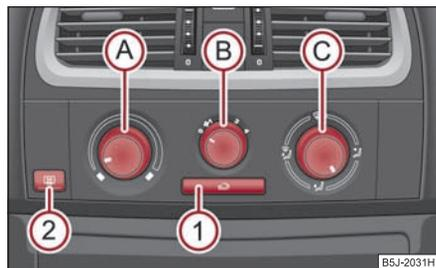

Abb. 115 Heizung: Bedienelemente
Die Luftzufuhr für die einzelnen Düsen stellen Sie mit dem Luftverteilungsregler **C** ein ⇒ Seite 91, Abb. 115. Die Luftaustrittsdüsen **3** und **4** können einzeln geschlossen und geöffnet werden.
Aus den geöffneten Luftaustrittsdüsen strömt je nach Stellung des Drehreglers **A** ⇒ Seite 91, Abb. 115 und nach Klimabedingungen erwärmte oder nicht erwärmte Luft. ■
- Drücken Sie die Taste , das Tasten-Symbol  leuchtet auf ⇒ Seite 91, Abb. 115.
Wenn der Luftverteilungsregler **C** in der Position  ⇒ Seite 91, Abb. 115 steht, wird der Umluftbetrieb automatisch ausgeschaltet. Durch wiederholtes Drücken der Drucktaste  können Sie auch in dieser Stellung den Umluftbetrieb wieder einschalten.
- Drehen Sie den Drehregler (A) ⇒ Abb. 115 nach rechts, um die Temperatur zu erhöhen.
- Drehen Sie den Drehregler (A) nach links, um die Temperatur zu senken.